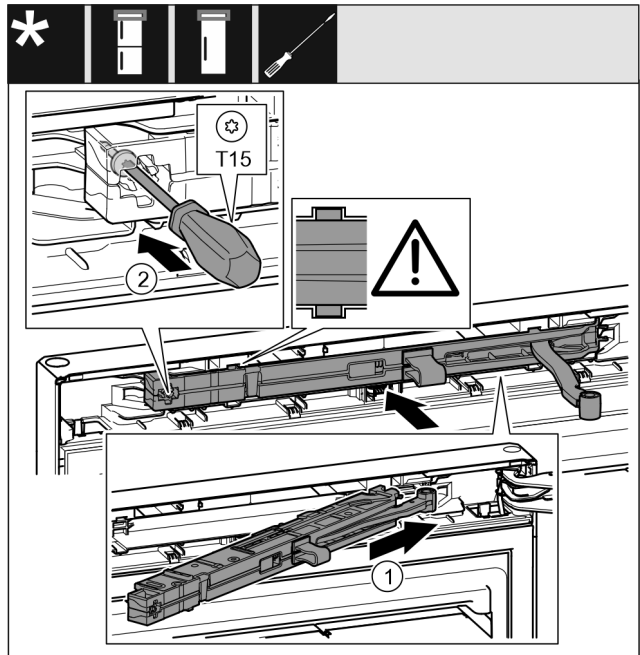

Fig. 49
- ▶ Skyv lukkedemperenheten på skrått inn i utsparingen på lagerbukksiden, til endepunktet. Fig. 49 (1)
- ▶ Skru fast skuren med en skrutrekker T15. Fig. 49 (2)